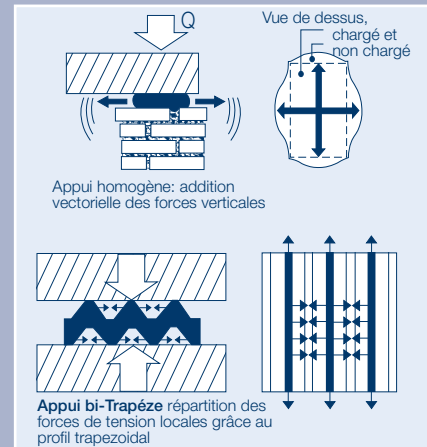

Figure 4. Effet des forces de tension transversales
- causent moins de forces de cisaillement que des appuis homogènes aux mêmes contraintes et épaisseurs. La pérennité du bâtiment est mieux assurée (Fig. 4).